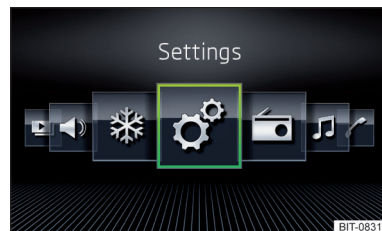

Fig. 188
- Seleccionar la opción **Visualización de la trama** » **fig. 187** o **Visualización horizontal** » **fig. 188**.